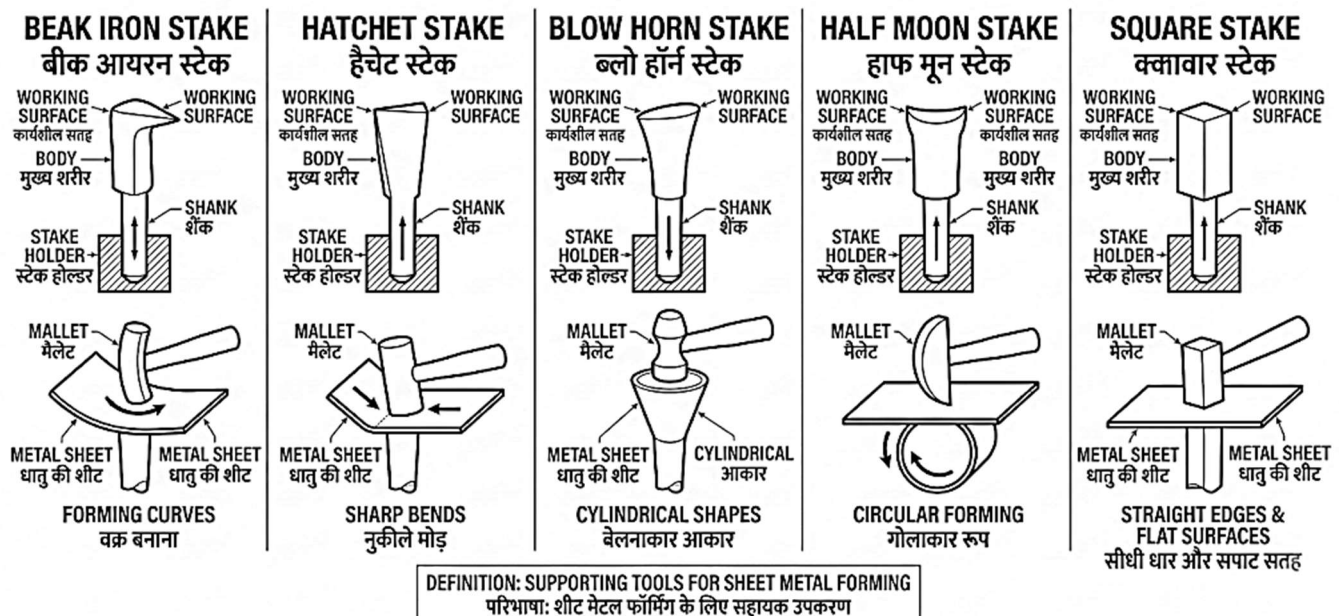

Fig. 3.5: Stakes and Their Uses in Sheet Metal Forming | शीट मेटल फॉर्मिंग में स्टेक्स और उनके उपयोग
3.5.1 Introduction (Fig. 3.5)
3.5.1 परिचय (Fig. 3.5)